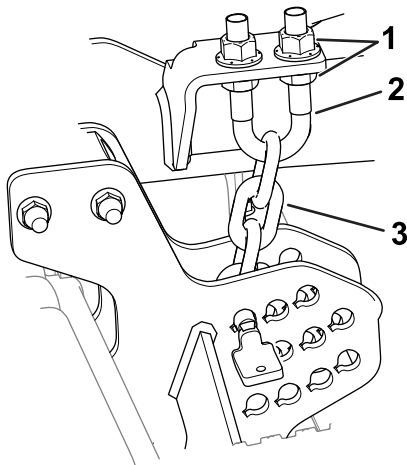

Bild 7
7. Lösen Sie die unteren Klemmmuttern am U-Bügel der Schnitthöhenkette (Bild 7).
8. Stellen Sie die Muttern (Bild 7) ein, um das Heck der Schneideinheit anzuheben oder abzusenken, damit die Spitzen der hinteren Messer 6 mm bis 10 mm höher als die Spitzen vorne sind.